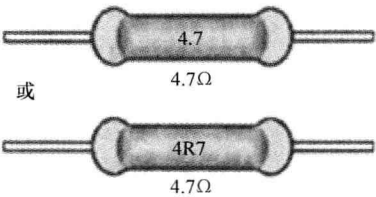

图 1-3 文字符号法
3) 文字符号法。表示电阻器的主要参数时，用文字符号表示电阻的单位，电阻值的整数部分写在阻值单位的前面，小数部分写在阻值单位的后面。文字符号法是将需要标出的主要参数与技术性能指标用文字、数字符号两者有规律地组合起来标志在电阻器上，其允许偏差用文字符号表示。其优点是识读方便、直观，多数用在大功率电阻器上。如 0.1 Ω 标注为 $\Omega 1$ ，3.3 Ω 标为 3 $\Omega 3$ ，4.7k Ω 标为 4k7，10M Ω 标注为 10M 等，如图 1-3 所示。RJ-0.5-5K1J 即阻值 5.1k Ω ，